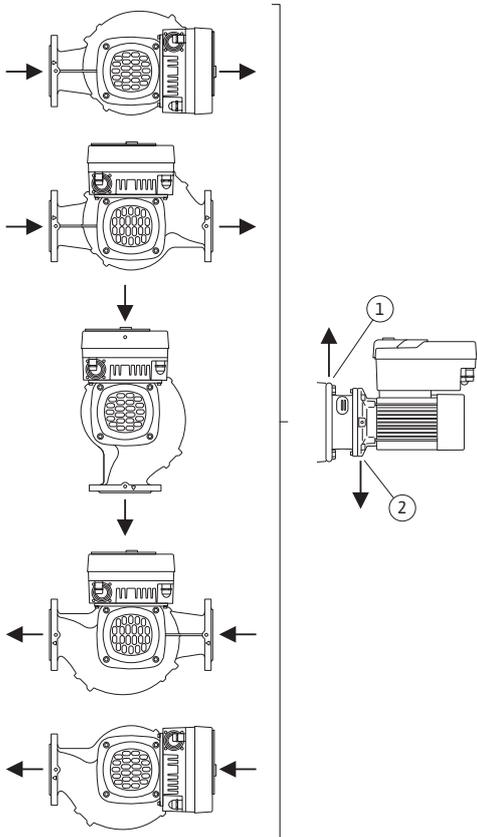

Fig. 8: Toegestane inbouwposities met horizontale motoras
De toegestane inbouwposities met horizontale motoras en elektronicamodule naar boven (0°) zijn in Fig. 8 weergegeven.
De ontluchting van de pomp is alleen gewaarborgd als het ontluchtingsventiel omhoog wijst (Fig. 8, pos. 1).
Alleen in deze positie (0°) kan het condensaat gericht worden afgevoerd via aanwezige boorgaten, het pomplantaarstuk en de motor (Fig. 8, pos. 2).